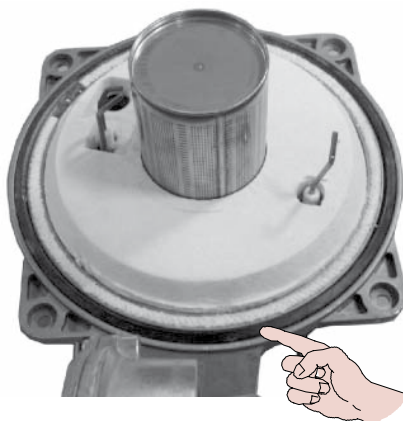

Figura 9.9
- La guarnizione in silicone della parete frontale della camera di combustione (Figura 9.9) deve essere cambiata se deteriorata e comunque deve essere obbliga-